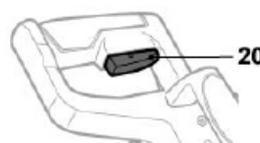

Fig. 15
- > Appuyez sur le bouton marche/arrêt [20] pour allumer l'appareil (Fig. 15).